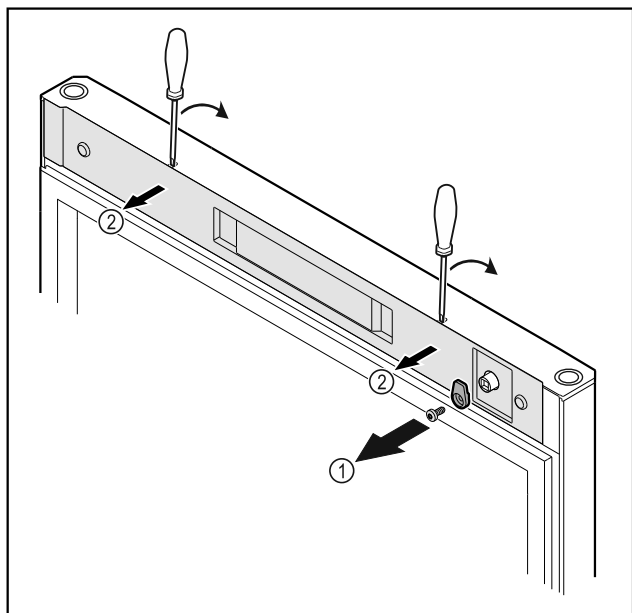

Fig. 12 \*
- ▶ Kruvige sulgemiskonks Fig. 12 (1) maha.\*
- ▶ Haakige kate Fig. 12 (2) väikese kruvikeerajaga lahti ja võtke maha.\*